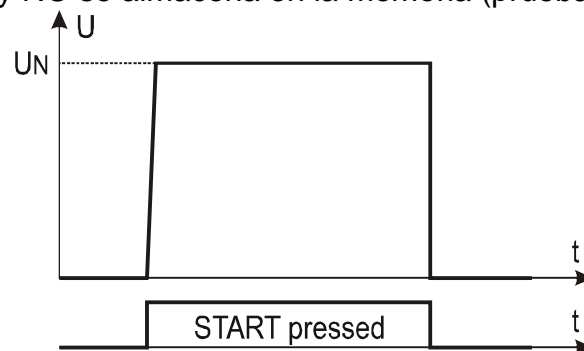

Fig. 36: Prueba DIELECT en modos MANUAL o BURN
- Modo **Manual** → La tensión de prueba se mantiene constantemente hasta que se presiona la tecla **START/STOP** (vea Fig. 36). La corriente de descarga medida se compara con el valor límite establecido y el resultado se almacena en la memoria
- Modo **Burn** → La tensión de prueba se mantiene constantemente hasta que se presiona la tecla **START/STOP** (vea Fig. 36), pero el resultado **NO** se compara con ningún límite y **NO** se almacena en la memoria (prueba funcional)